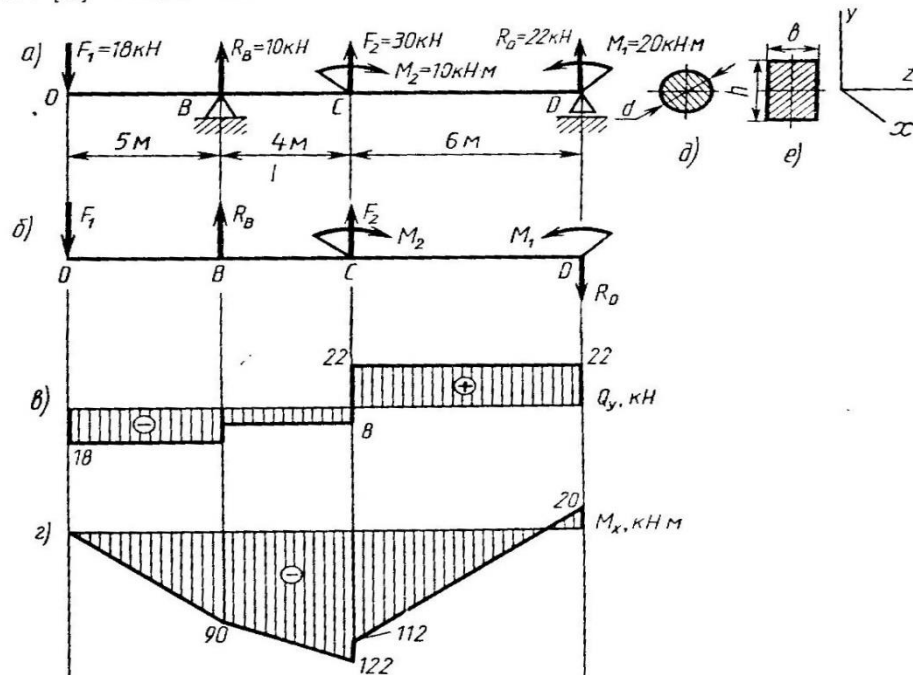

Рисунок 17
Для заданной двух опорной балки (рис. 17, а) определить реакции опор, построить эпюры поперечных сил, изгибающих моментов и определить размеры поперечного сечения (h , b , d .) в форме прямоугольника или круга, приняв для прямоугольника $h/b = 1,5$. Считать $[\sigma] = 160$ МПа.
Так как реакция R_D получилась со знаком минус, то изменяем ее первоначальное направление на противоположное. Истинное направление реакции R_D —вниз (рис. 17, б).
2. Делим балку на участки по характерным сечениям O, B, C, D (рис. 17, б).
3. Определяем в характерных сечениях значения поперечной силы Q_y и строим эпюру слева направо (рис. 17, в):
4. Вычисляем в характерных сечениях значения изгибающего момента и строим эпюру (рис. 17, г):
а) сечение — прямоугольник с заданным соотношением сторон (рис. 17, е);
б) сечение — круг (рис. 17, д). Вычисление размеров прямоугольного сечения: